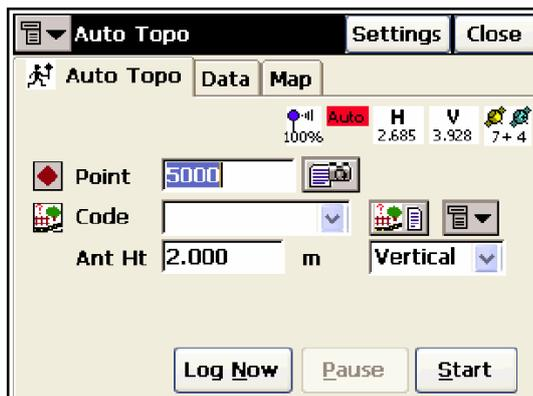

Рисунок 6-12. Авто Топо
1. Выберите меню **Survey > Auto Топо (Съемка > Авто Топо)**. В окне **Auto Топо (Авто Топо)** введите имя точки, при необходимости выберите код, введите высоту антенны и способ ее измерения (рис. 6-12).